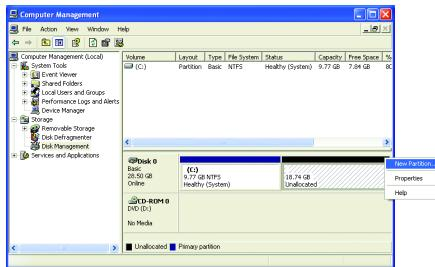

図 6
5. オペレーティングシステムをインストールする前にハードドライブを適切に分割していない場合、ハードドライブの空きスペースを使用して新しいパーティションを作成することができます（図 6、7）。ただし、**ディスク管理**に示されたハードドライブのシステムパーティションに未割り当てるスペースがない場合、新しいパーティションを作成したり Xpress Recovery2 を使用することはできません。この場合、オペレーティングシステムを再インストールし、ハードドライブを再分割してください。